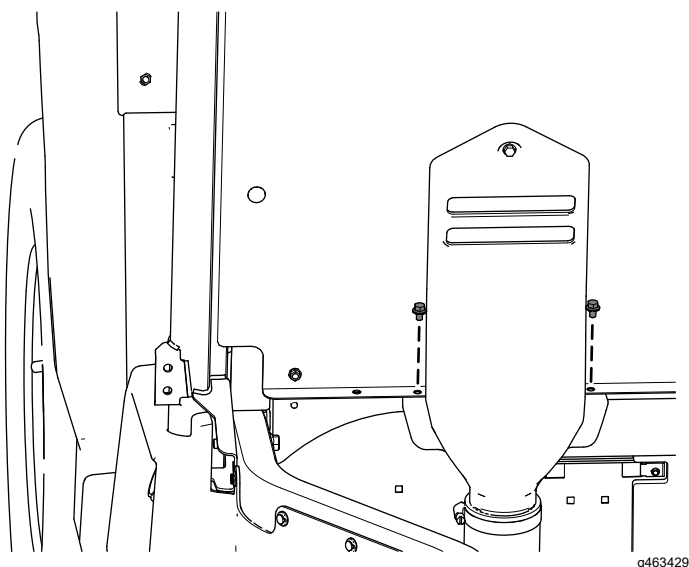

Figure 67
- G. Fixez le bas du capot d'admission CVT au panneau du siège à l'aide des 2 boulons à embase ( $\frac{1}{4} \times \frac{3}{8}$  po) retirés précédemment, comme montré à la Figure 67.